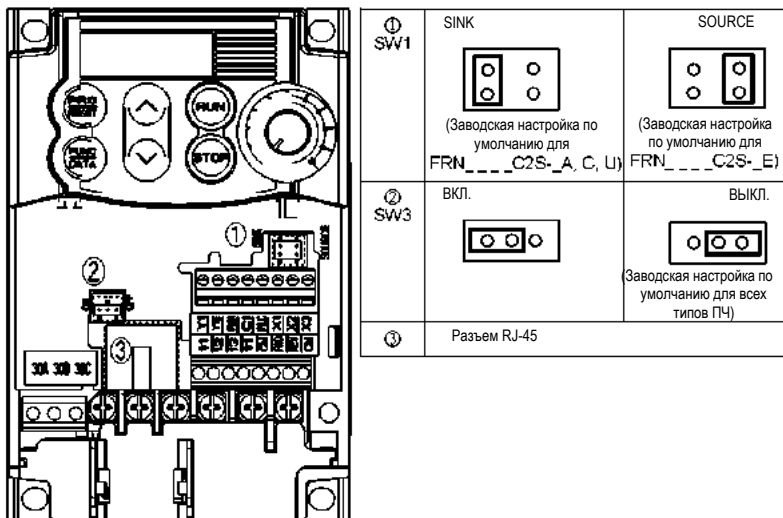

Рисунок 2.11 Расположение перемычек и разъема RJ-45
① SW1	<p>Переключатель SINK/SOURCE (сток/исток) для клемм цифровых входов</p> <ul style="list-style-type: none"> • Чтобы использовать клеммы цифровых входов [X1] – [X3], [FWD] и [REV] в режиме SINK, установите переключатель в позицию стока; чтобы использовать их в режиме SOURCE, установите переключатель в позицию истока. (См. рисунок 2.11.) • Для переключения переключателя между режимами «сток/исток» цифровых входов или изменения монтажного положения переключателя используйте мини-плоскогубцы с длинными наконечниками.
② SW3	<p>Выключатель согласующего резистора для связи RS-485</p> <ul style="list-style-type: none"> • Чтобы подсоединить опциональную удаленную панель оператора, установите переключатель в позицию «ВЫКЛ.» (заводская настройка по умолчанию). • Если ПЧ подключен к сети связи RS-485 как согласующее устройство, установите переключатель в позицию «ВКЛ.». • Для включения и выключения согласующего резистора или изменения монтажного положения переключателя используйте мини-плоскогубцы с длинными наконечниками.